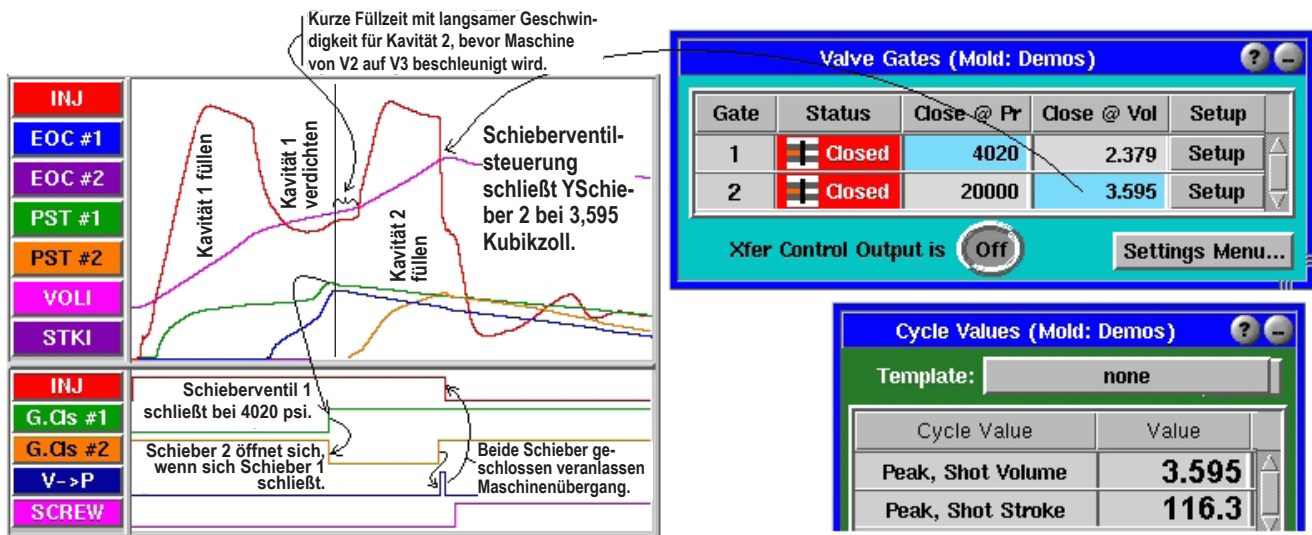

Abbildung 28: Kavität 2, kurzer Schuss
- * Das Zyklusdiagramm sollte so ähnlich aussehen wie in Abbildung 28. Setzen Sie den Cursor an den Punkt, an dem Schieberventil 1 geschlossen wird. Sehen Sie sich nun die Spritzvolumenkurve an. Die Knickstelle im Diagramm, an der V2 zu V3 wechselt, muss kurz danach auftreten. Justieren Sie die V2-V3 Übergangposition auf der Maschine, bis diese direkt nach dem Schließen des ersten Schieberventils liegt.